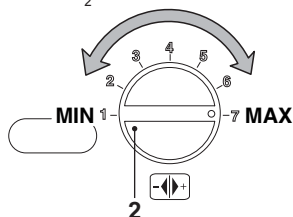

Fig. 7.6
- Gire el mando de configuración de la caldera 2 hasta el máximo (Fig. 7.6) y compruebe el valor de CO_2 .